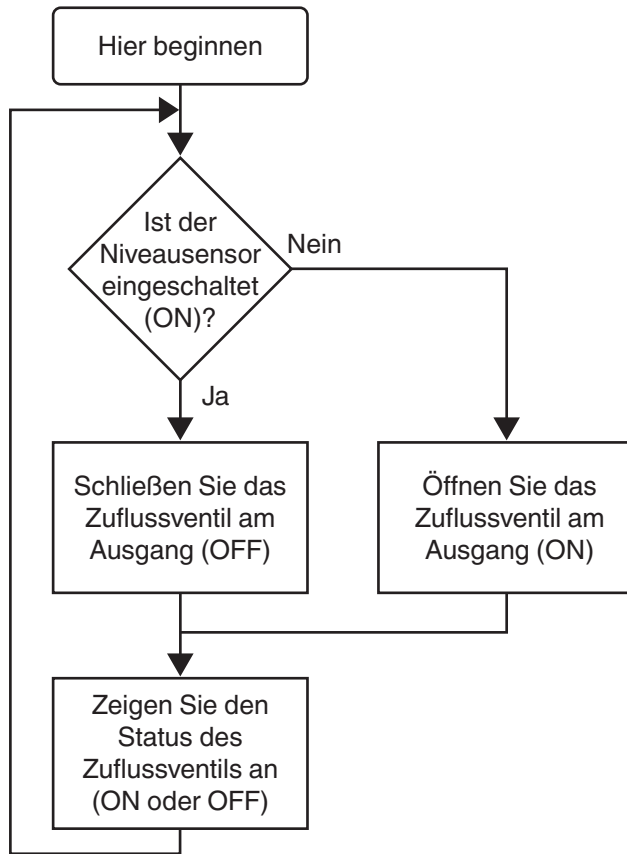

Abbildung 1-2 Programmaufbau
im Tank unterschritten. Das Ventil muss geöffnet werden, um den Zufluss zum Tank zu ermöglichen. Eine LED-Anzeige am Ausgang simuliert das Ventil im geöffneten (ON) oder geschlossenen Zustand (OFF). Das Bediengerät des nanoLC zeigt den Status des Ventils an (ON oder OFF). Abbildung 1-2 zeigt den logischen Aufbau des Programms.